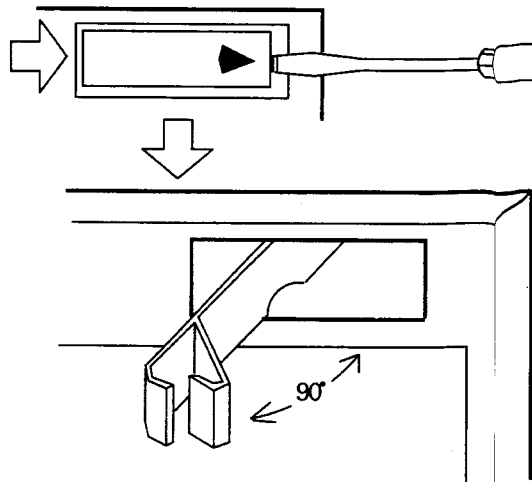

Fig.4 Abb.4
2. Insert a flat blade screw driver into the slot of each rear cover fixing clip and release the 7 rear cover fixing clips as shown in Fig.4.
2. Mit einem schmalen, flachen Schraubendreher die fünf Klammern der Rückwand öffnen, siehe Abb.4.